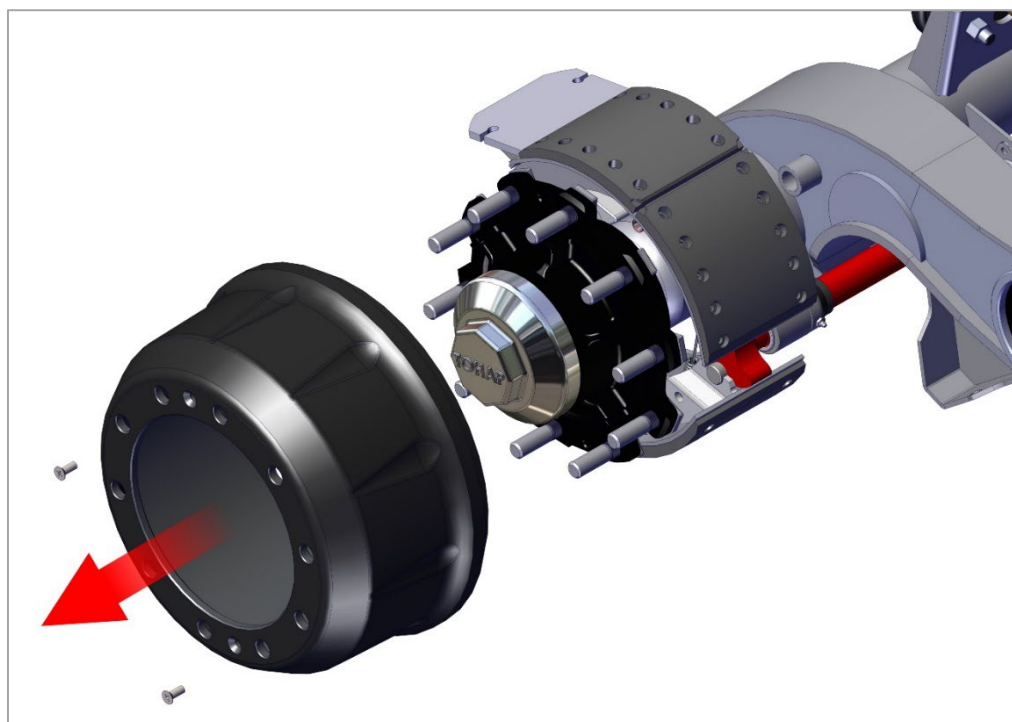

Рис. 33. Снятие барабана
2) Снимите барабан, как показано на рис. 33.